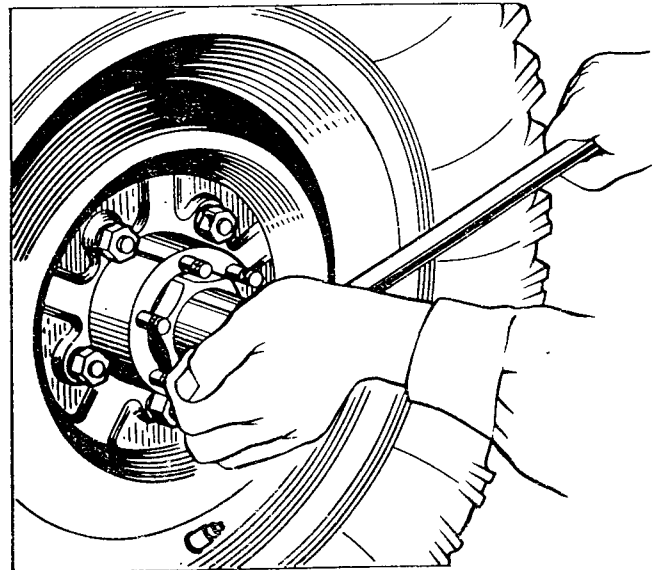

Bild 164. Einstellung der Radnabenlager
6. Nabenlagereinstellmutter mit Hilfe eines Schlüssels und eines Windeisens von 300...350 mm Länge mit einer Hand bis zum strammen Drehen des Rades anziehen (Bild 164). Bei dem Mutteranzug hat man auf den Windeisen des Schlüssels zügig ohne Rucke zu drücken, damit die Lagerrollen ihre richtige Stellung auf den Laufbahnen der Lagerringe einnehmen.